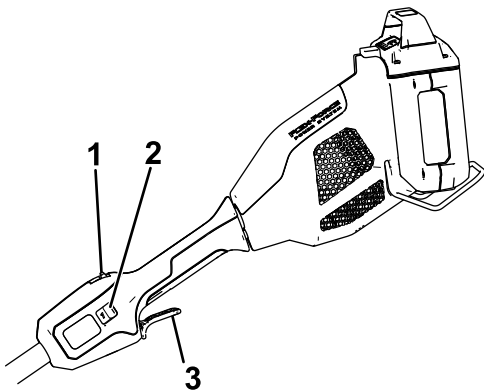

Figura 10
4. Para arrancar la desbrozadora, presione el botón de bloqueo y apriete el gatillo de accionamiento (Figura 10).